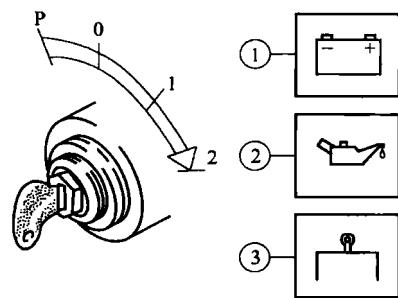

图 1-7 柴油机起动开关位置
- ① 检查蓄电池和蓄电池连接电缆。
- ② 带火焰预热塞起动时，不允许用任何其他的辅助起动方法（例如：起动液）。
- ③ 绝对不要在拆掉调速器的情况下起动柴油机。
- ① 分离离合器使驱动设备与柴油机脱开。
- ② 用手柄或脚踏板将油门手柄移至中速位置。
- ③ 插入钥匙，如图 1-7 所示，顺时针转动钥匙至 1 位，此时充电指示灯 1、油压指示灯 2 和预热指示灯 3 亮。继续顺时针转动钥匙至 2 位此时起动机开始工作。
- ④ 柴油机一着车立即松开钥匙，此时油压和充电指示灯灭（常温起动）。
⑤ 火焰预热塞系统工作如下（当温度低于 0℃ 时应 当使用火焰预热塞预热，这可在温度较低但不需要起动辅助装置的温度下使起动容易）：